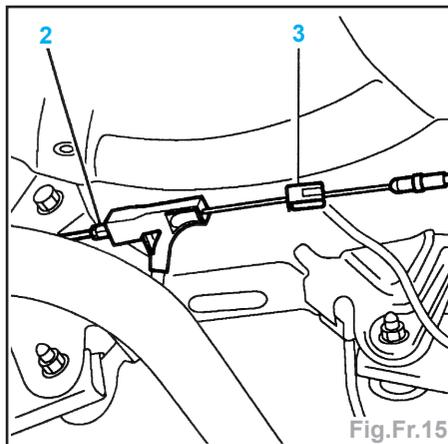

Fig.Fr.15
- Montage du mécanisme d'écartement (7) (Fig.Fr.15) : positionner :
- la fourche (A) dans l'encoche (B) du segment supérieur (5),
- la fourche (C) du renvoi (12) dans l'encoche (D) du segment inférieur (6).
- Détendre la câblerie en dévissant l'écrou (2) de réglage sur le répartiteur plastique (jeu de 5 mm dans l'agrafe (3) de liaison câbles primaire et secondaire droit) (Fig. Fr.15).